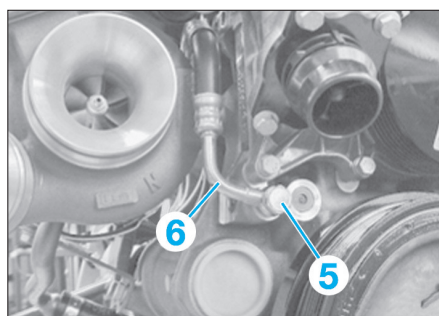

Fig. 80
- Déposer la vis creuse (5) (Fig.80).